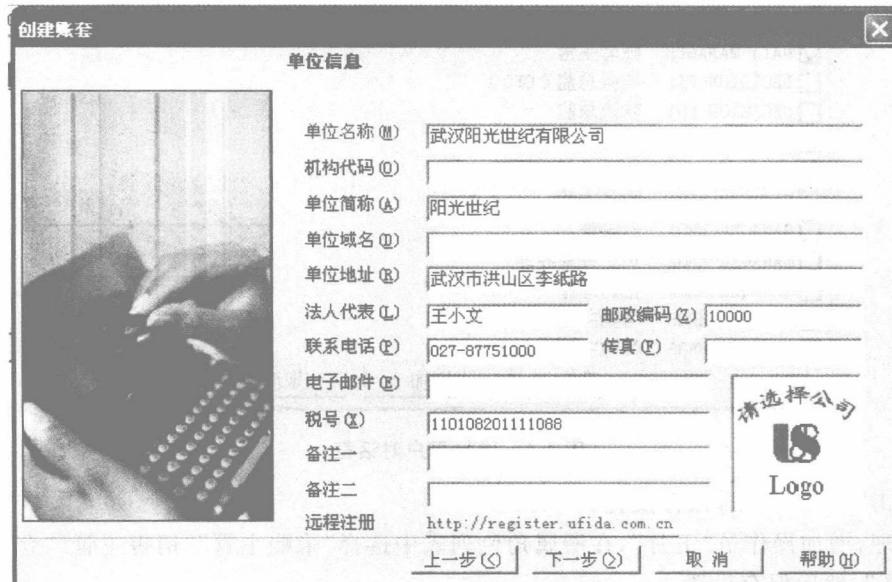

图 1-3 “创建账套”对话框(单位信息)
(3) 单击“下一步”按钮,打开“单位信息”对话框。
(4) 按实验资料输入单位信息,如图 1-3 所示。